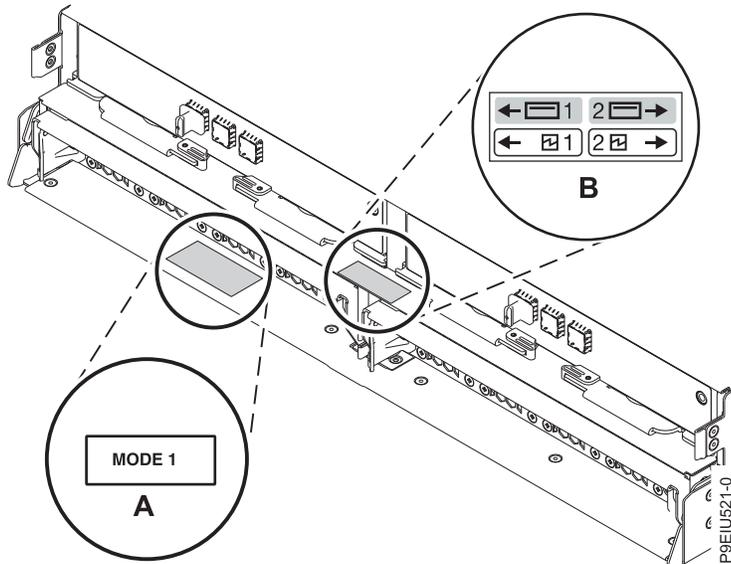

Figura 12. Ubicaciones de pegatinas de modalidad en la parte posterior del alojamiento de almacenamiento ESLL o ESLS
2. Confirme la modalidad establecida en fábrica para el alojamiento utilizando la información impresa en las pegatinas de la parte posterior del alojamiento. Las pegatinas están pegadas en la repisa inferior izquierda del chasis (**A**) y el soporte central entre los módulos del gestor de servicios de alojamiento (**B**). Las pegatinas indican si el alojamiento está establecido en modalidad 1, modalidad 2 o modalidad 4. Para obtener detalles, consulte la Figura 12.